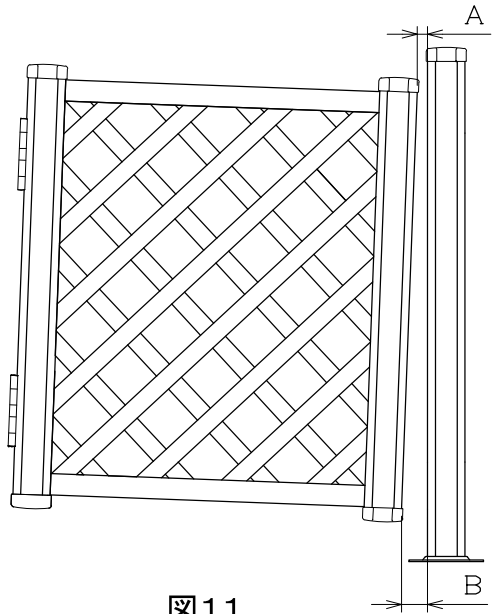

図11
（例）内観から見て右側に傾いている場合（図11）
- (1) 下側の丁番のサラ小ネジM4×8を緩めて下さい。
- (2) 丁番と丁番用スペーサーの間に建付け調整材を奥まで嵌め込んでください（図11）。